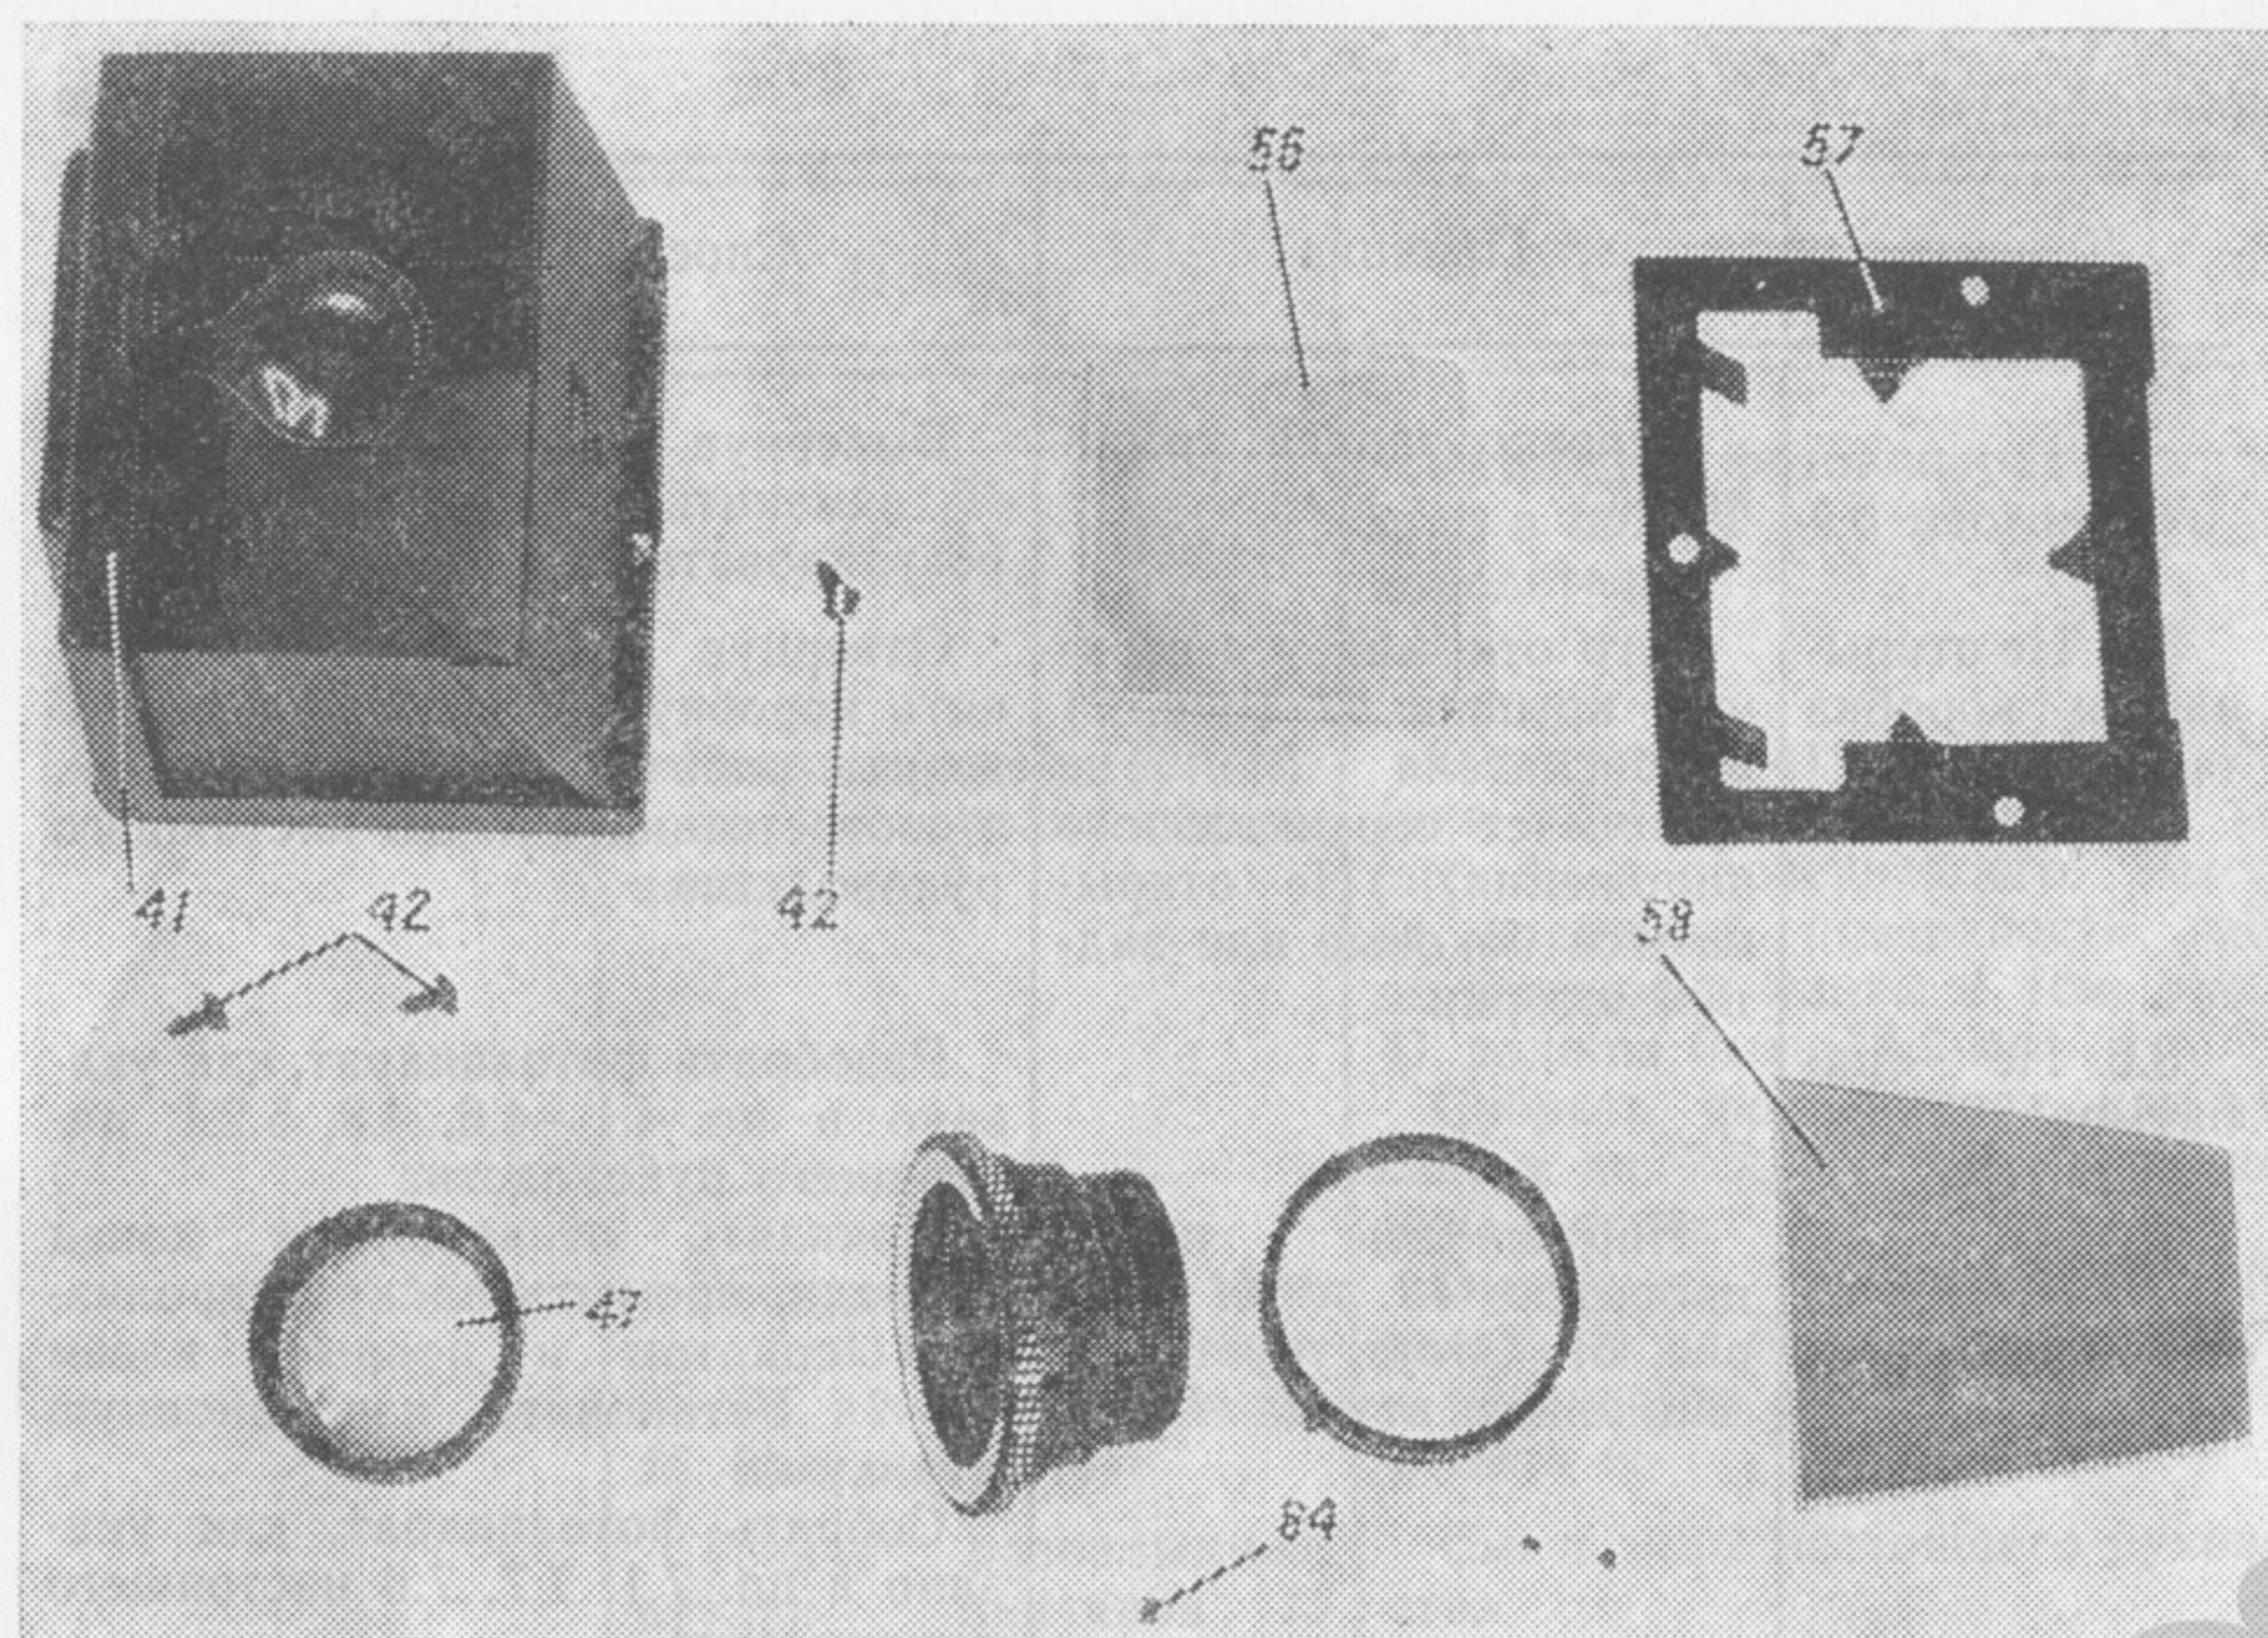

Рис. 7
4.9. Отвернуть три винта 42 (см. рис. 7) и снять с корпуса фотоаппарата коробку видоискателя 41.
7.3. Очистить зеркало 58 (см. рис. 7) и вложить его в гнездо корпуса. Протереть оправу 57 (см. рис. 7) и вложить ее в выемку корпуса. Обеспечить надежное крепление зеркала за счет подгибки лапок оправы. Ввернуть три винта 42 через отверстия оправы в корпус аппарата на три оборота. Очистить линзу видоискателя 56 ватным тампоном, слегка смоченным моющим средством «Прогресс» с последующей протиркой сухим тампоном. Вложить линзу в оправу 57 матированной поверхностью внутрь. Очистить коробку видоискателя от пыли и загрязнений, очистить лупу видоискателя. Установить коробку видоискателя 41 отверстиями на три винта 42, ввернутые ранее, и завернуть винты до отказа. Проверить крепление линзы видоискателя. При необходимости подогнуть лапки коробки видоискателя.